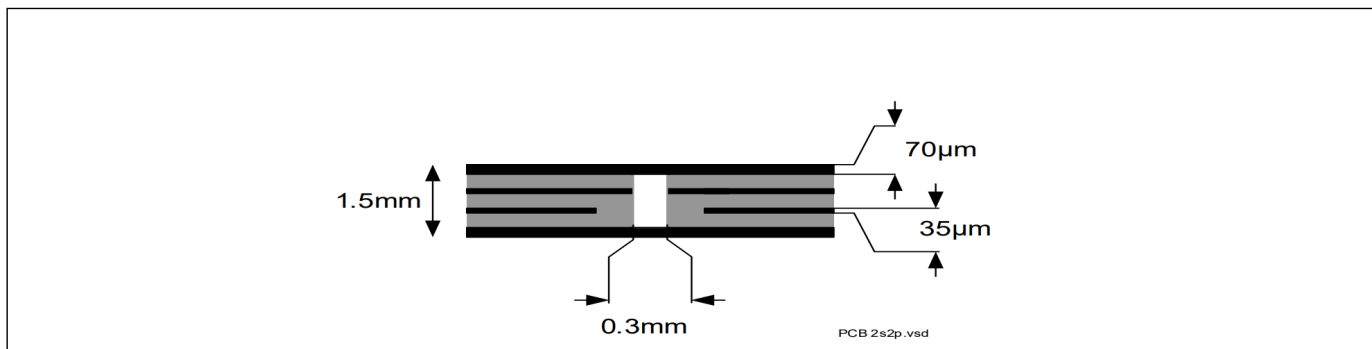

图 4 2s2p PCB 截面
2) 指定的 R_{thJA} 值是根据JEDEC JESD51-2,-5,-7 在 FR4 2s2p 板上的自然对流，在 $T_A=105^{\circ}\text{C}$ 耗散功率为 1 W 的情况下；产品（芯片 + 封装）在 76.4 x 114.3 x 1.5 mm 板，具有 2 个内部铜层（2 x 7 μm Cu、2 x 35 μm Cu）的情况下仿真。在适用的情况下，裸露的散热焊盘下方的导热过孔阵列接触第一内部铜层。请参考图4。